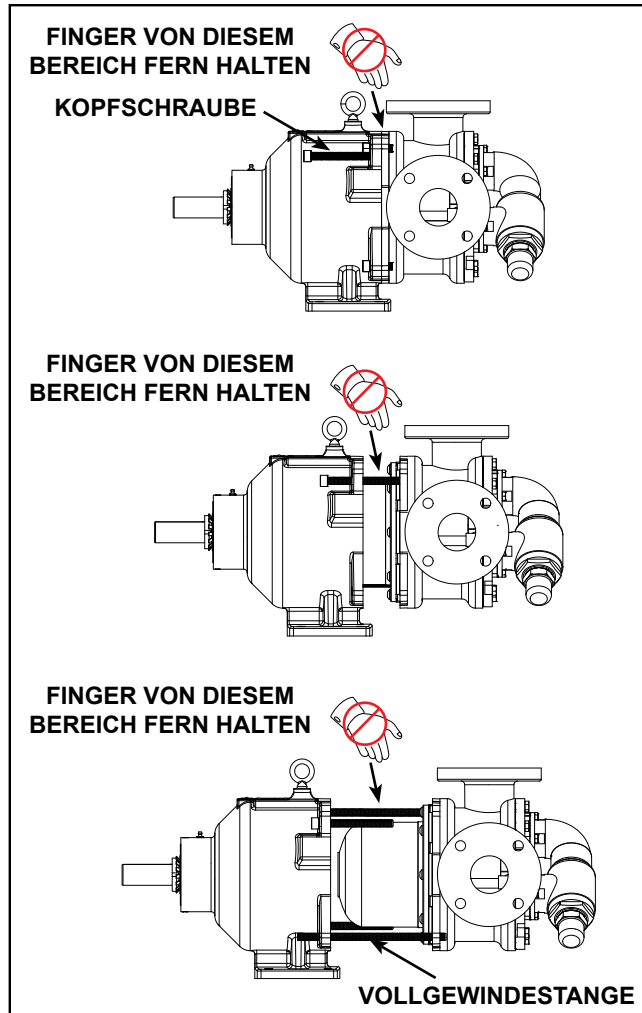

ABBILDUNG 7
3. Deckel (40) und Gehäuse (31) vor der Demontage markieren, um den ordnungsgemäßen Montage zu gewährleisten.
4. Die Kopschrauben (43) vom Deckel entfernen, um Deckel und Spannrollenbolzen (39 und 40) sowie Spannrolle und Buchse (37 und 38) untersuchen zu können.
5. Den Deckel von der Pumpe abnehmen. Wenn das Gehäuse nicht in Schritt 1 entleert wurde, die Flüssigkeit, die zwischen Deckel und Gehäuse austritt, sorgfältig auffangen. Darauf achten, dass die Spannrolle nicht vom Spannrollenbolzen herunter fällt. Hierzu die Oberseite des Pumpenkopfes beim Ausbau nach hinten neigen. Darauf achten, dass der Scheibensatz des Kopfes (63) nicht beschädigt wird, da alle Unterlegscheiben zur Gewährleistung des korrekten Axialspiels erforderlich sind.
7. Die vier Innensechskantschrauben (28) entfernen, mit denen die Pumpe an der Halterung befestigt ist. Die Pumpe wenn möglich mit einem Deckenhebezug abstützen.
8. Die innere Magneteinheit (57) mit den Abdrückschrauben (14) in Lagerträger von äußerer Magneteinheit (58) trennen (siehe Reihenfolge in **Abbildung 7**). Zur Gewährleistung der ordnungsgemäßen Ausrichtung von Pumpe und Lagerträger und zur Erhöhung der Sicherheit wird empfohlen, je eine Vollgewindestange (15-20 cm) in die diagonal gegenüberliegenden Kopschraubenbohrungen der Adapterplatte zu schrauben und durch die entsprechenden Bohrungen im Lagerträger zu schieben.
9. Die Außenmagneten vom Ende der Halterung aus visuell prüfen. Wenn sie ausgebaut werden müssen, die Lagerträger vom Motor trennen. Gegenmutter (1), Sicherungsblech (2) und äußeren Lager-Distanzring (4) von der Welle entfernen. Die äussere Magneteinheit aus dem Lagerträger schieben. Die Magneteinheit auf Schäden und Verschleiß untersuchen und nach Bedarf austauschen. Wenn eine weitere Demontage des Lagerträgers erforderlich ist, mit dem Abschnitt „**Demontage/Montage des Lagerträgers**“ auf Seite 7 fortfahren.
10. Die äussere Magneteinheit (54) vom Spalttopf (59) entfernen. Wenn der Spalttopf nicht in Schritt 1 entleert wurde, enthält es Flüssigkeit. Den Spalttopf vorsichtig gerade von der Pumpe abziehen. Die Spalttopfbuchse (64) auf Verschleiß untersuchen. Wenn die Spalttopfbuchse ausgetauscht werden muss, den Abschnitt „**Einbau der Buchsen**“ auf Seite 8 zu Rate ziehen.
11. Den O-Ring nur dann von der Adapterplatte (67) / vom Spalttopf entfernen, wenn er beschädigt ist (besonders, wenn er mit einem PTFE-Derivat beschichtet ist). Wenn ein neuer O-Ring eingesetzt werden muss, den Abschnitt „**Montage der Pumpe**“ auf Seite 8 zu Rate ziehen.